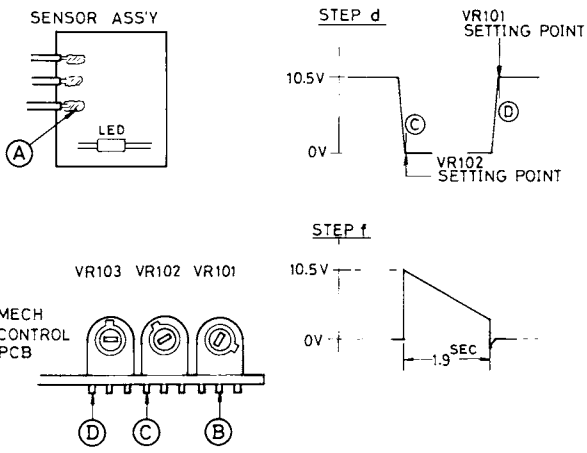

Fig. 3
Each specifies the preset position of wiper of pot as seen from the side shown in Fig. 3.
- b. Check the voltage across the circuit: When 13-16 VDC is applied from the power supply, the emitter voltage of transistor X102 should be 11.5-12 VDC (as measured at point A on the sensor assembly). (Fig. 3) At the same time, confirm that the LED on the sensor assembly is glowing.
Chacune de ces valeurs indique la position de réglage de la came de contact des potentiomètres, vu de côté, comme illustré sur la Fig. 3.
- b. Vérifier la tension du circuit: lorsqu'un courant de 13-16 VDC est appliqué à partir de l'alimentation, la tension d'émetteur du transistor X102 doit être de 11,5-12 VDC (mesurée au point A sur le montage détecteur). (Fig. 3).